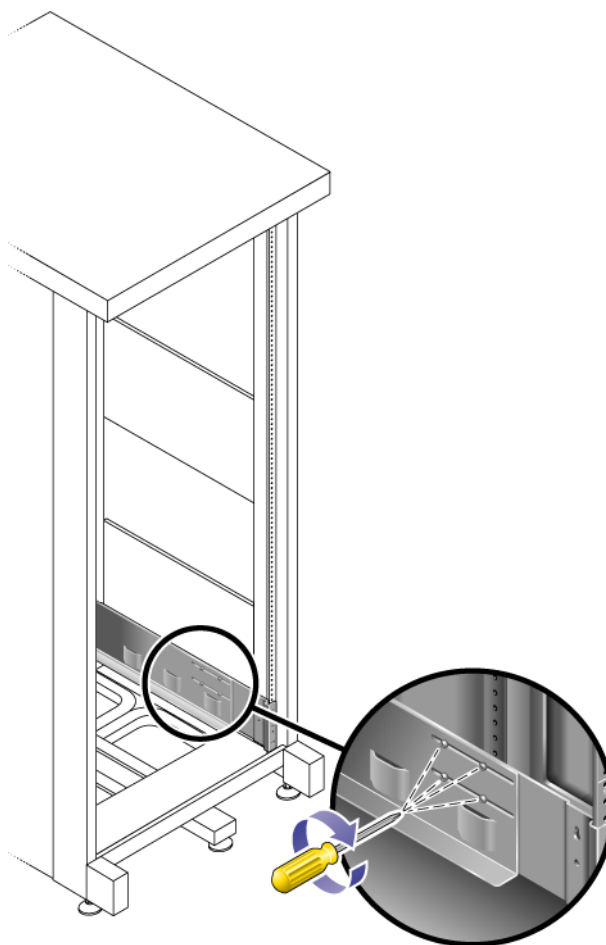

FIGURE 2-19 Serrage des vis de réglage des rails
2. À l'aide du tournevis cruciforme n° 2, serrez les huit vis de réglage (quatre de chaque côté) à l'arrière de chaque rail (voir FIGURE 2-19).